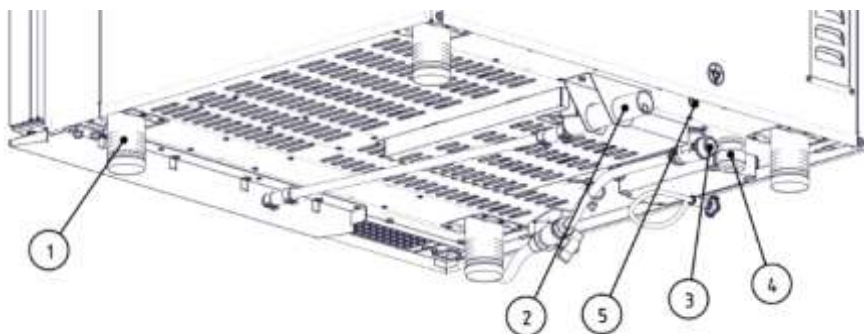

Рис.2 - Регулировка положения и подключение
- установить пароконвектомат на стол или подставку, отрегулировав высоту его опор (рис.2, поз.1). Для регулировки опор необходимо слегка приподнять пароконвектомат за край основания или наклонить, после чего поворачивать нижнюю часть опоры. Подобную операцию следует провести с каждой опорой, и повторять до достижения необходимого результата.
Подключение к водоснабжению – G3/4 наружная резьба (рис.2, поз.3).
- подключить Пароконвектомат к системе канализации. Рекомендуется применение канализационных фитингов DN32, которые должны подключаться к сливу (рис.2, поз.2). Так же для подключения канализации могут быть применены шланги подходящего диаметра. Подключение к канализации должно быть выполнено с разрывом струи не менее 20 мм от верха приемной воронки (с учетом требований СНиП 2.04. 01-85 п. 17.11);
- При установке пароконвектомата в технологическую линию, для выравнивания электрического потенциала, предусмотрен зажим (рис.2,